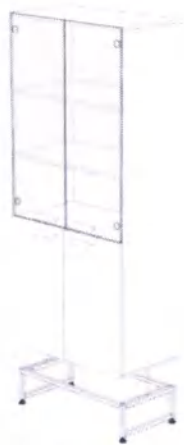

Рис. 3. Сборка шкафа
7.2. Установить корпус шкафа на каркас с помощью двустороннего скотча (Рис. 3):